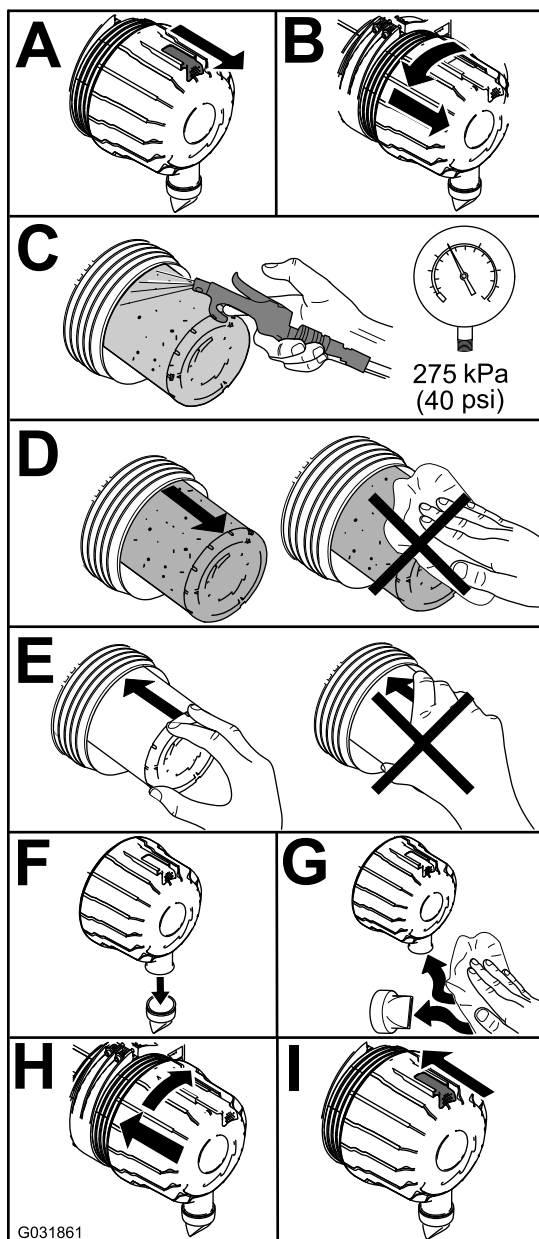

Рисунок 89
1. Замените воздухоочиститель (Рисунок 89).